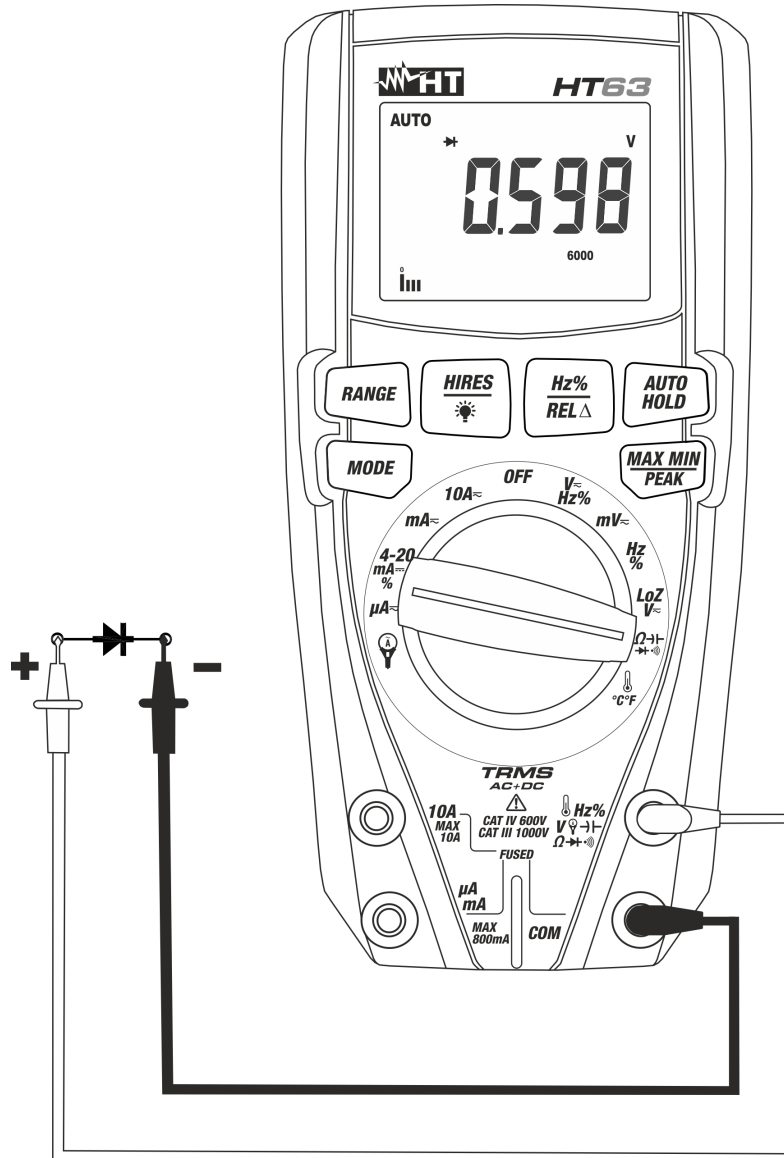

Fig. 7: Uso del instrumento para la prueba de Diodos
4. Posicione las puntas en los extremos del diodo en examen (vea Fig. 7) respetando las polaridades indicadas. El valor de la tensión de umbral en polarización directa se muestra en pantalla
6. Si el instrumento muestra el mensaje "O.L" los terminales del diodo están invertidos respecto a lo indicado en Fig. 7 o bien la unión P-N del diodo está dañada